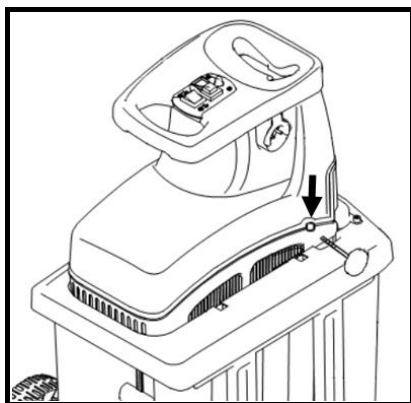

Rys. 15
2. Wciśnij przełącznik I (zielony przełącznik), by uruchomić urządzenie. (Rys. 15)